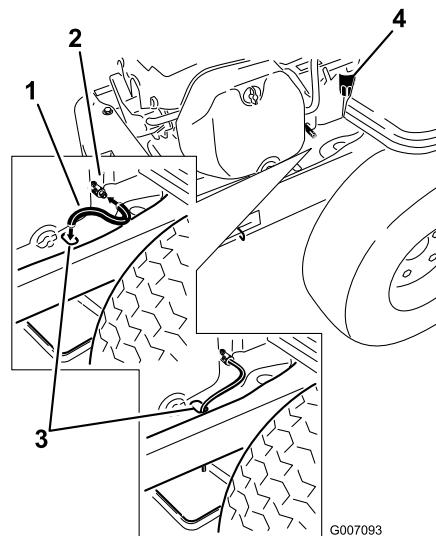

Figura 28
5. Limpie la zona alrededor de la válvula de vaciado del bastidor de la máquina. Localice el manguito de vaciado del aceite y deslícelo sobre la válvula de vaciado (Figura 28).
- Pase el otro extremo del manguito de vaciado del aceite a través del orificio de vaciado del bastidor (Figura 28).